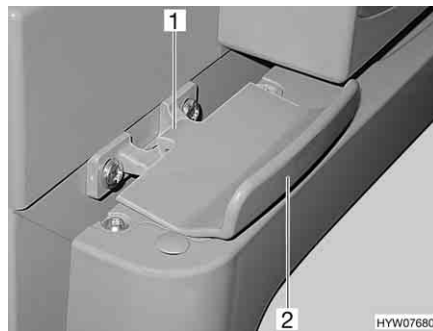

Fig. 184 Bloqueo de la puerta del frigorífico, cerrado (Thetford)
*Abrir:* ■ Abrir la puerta del frigorífico con el tirador (Fig. 184,2). El bloqueo (Fig. 184,1) se abre automáticamente.